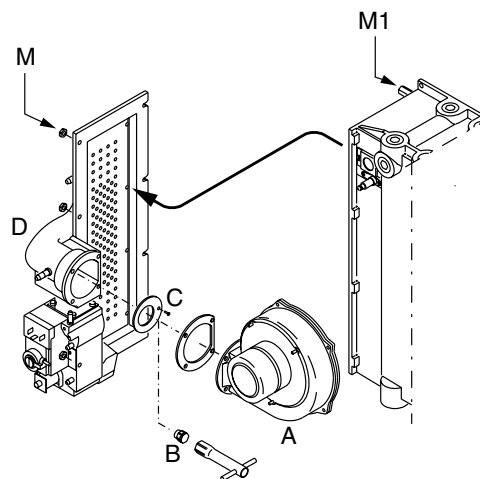

fig. 9
- staccare i collegamenti pneumatici dal convogliatore D (fig. 9), staccare dal tubo la valvola gas, scollegare i cavi dell'elettrodo di accensione e del ventilatore, togliere i dadi M, allentare i dadi M1 e togliere il convogliatore;
- eliminare il diaframma interno (part. C, fig. 9) e sostituire l'iniettore per GPL con quello per gas METANO (part. B);